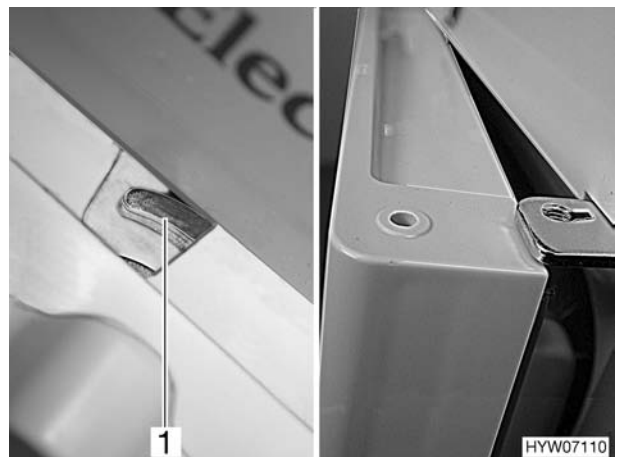

Bild 152 Kühlschranktür in Lüftungsstellung
- Verriegelung ganz nach rechts schieben. Die Kühlschranktür ist mit Hilfe der Türarretierung (Bild 152,1) fixiert. Die Kühlschranktür bleibt damit leicht geöffnet (Bild 152).